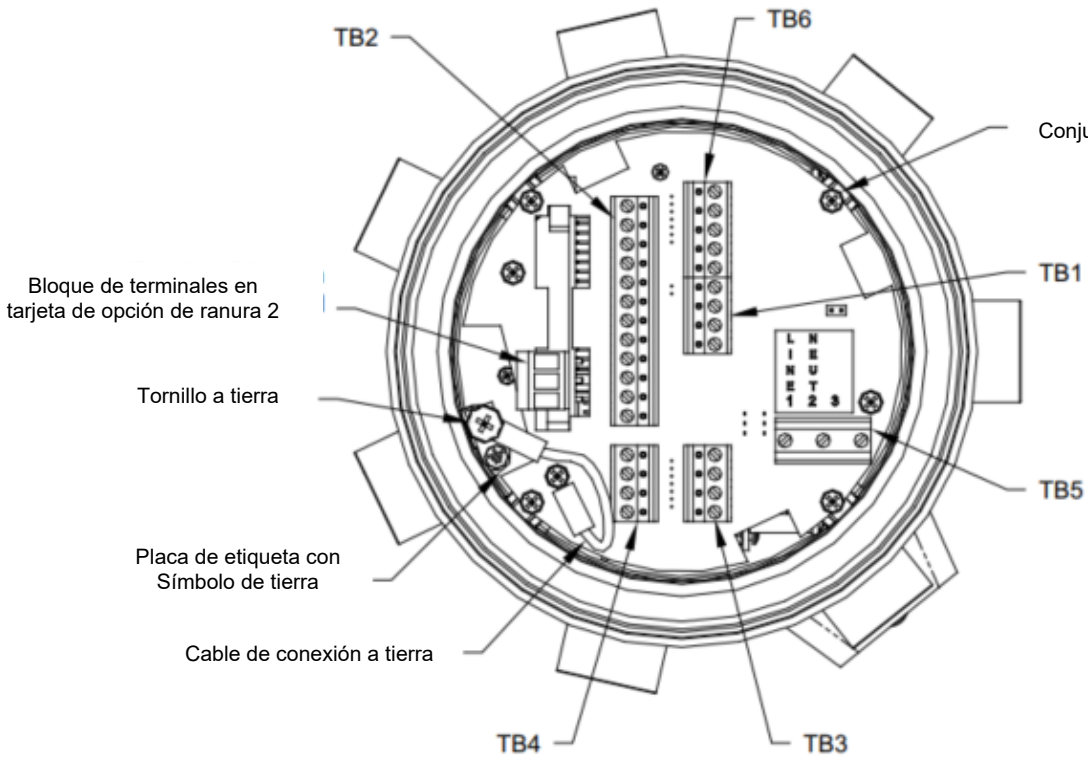

Ilustración 2
2. Desde la parte posterior de la caja, gire el conjunto de la placa de circuitos unos 20° en el sentido de las agujas del reloj, de modo que los orificios de montaje de la placa de terminales queden situados sobre los orificios roscados de los resaltes. Fije el conjunto de la placa de circuitos a la caja con los cuatro tornillos de montaje, las arandelas planas y las arandelas de seguridad que retiró anteriormente (véase *la ilustración 2*).
3. Fije el extremo suelto del cable verde de conexión a tierra a la caja con el tornillo de montaje, la arandela plana y la arandela de seguridad que retiró anteriormente. Asegúrese de instalar la placa de identificación metálica debajo de este tornillo (véase *la Ilustración 2*).